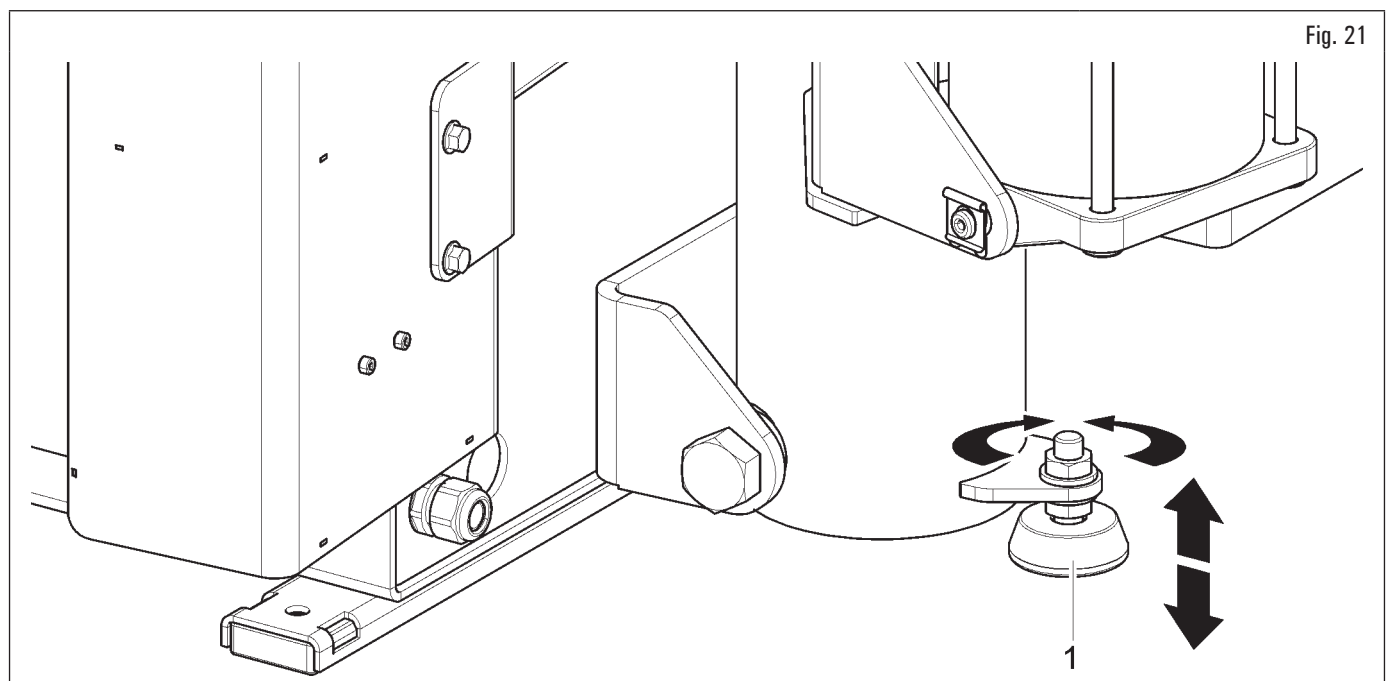

Fig. 21
- Prima di serrare completamente l'apparecchiatura a terra, livellare la parte posteriore della stessa ruotando il piede (Fig. 21 rif. 1).